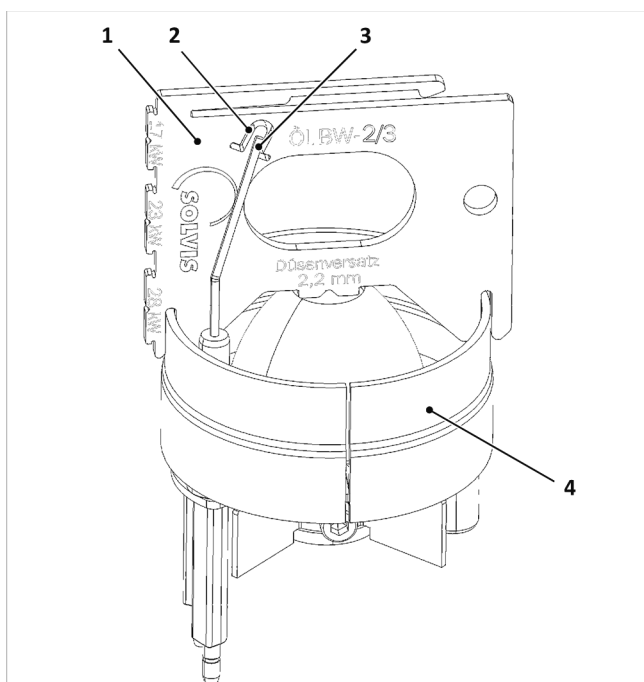

Abb. 57: Lage Zündelectroden prüfen
4. Lage der Elektroden wie in → Abb. 57 gezeigt kontrollieren und ggf. durch vorsichtiges Biegen korrigieren.